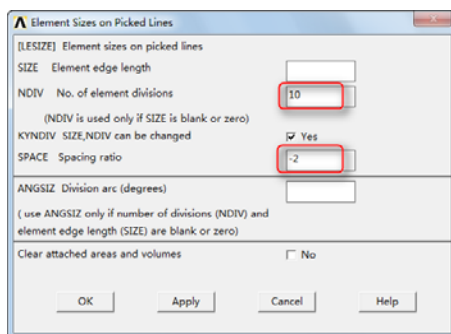

图 8-15 “Element Size On Picked Lines”对话框
④参照所建立的几何模型，选择线段 L2、L4，单击“OK”按钮，会弹出“Element Size On Picked Lines”对话框，在“NDIV No. of element”输入框中输入 10，在“SPACE Space ratio”输入框中输入-2，如图 8-15 所示。单击“OK”按钮关闭该对话框。